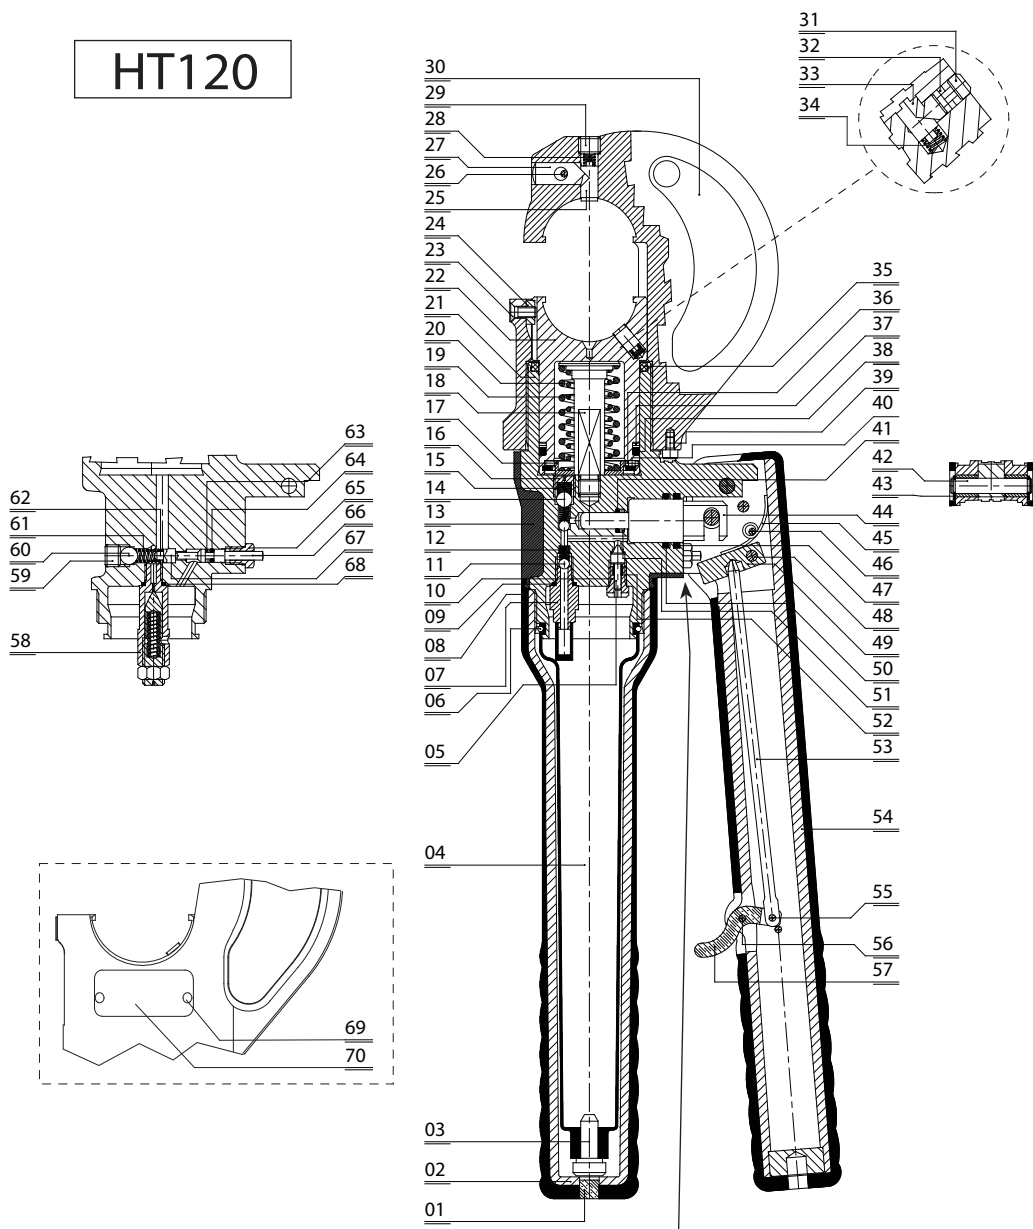

FIG. 6 LONGITUDINAL SECTION
6. LISTA DEI COMPONENTI HT120 (Rif. a Fig. 6)